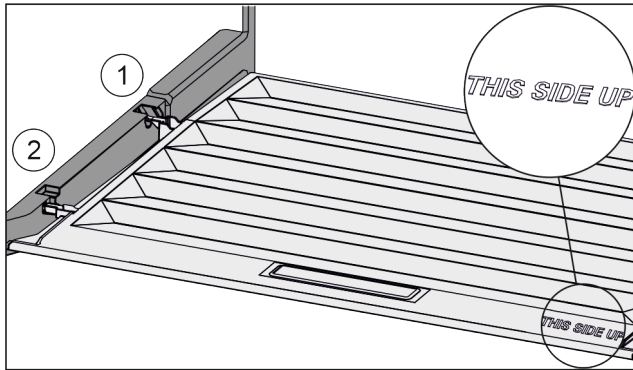

Fig. 44
- ▶ Introduzca los nervios de la tapa por la abertura del soporte trasero Fig. 44 (1) y encájelos por delante en el soporte Fig. 44 (2).